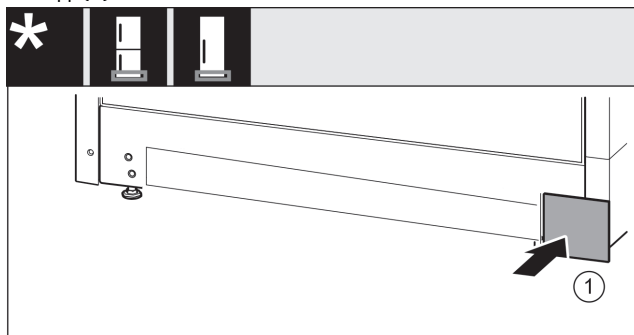

Fig. 35
- ▶ Снова установите крышку с другой стороны. *Fig. 35 (1)*